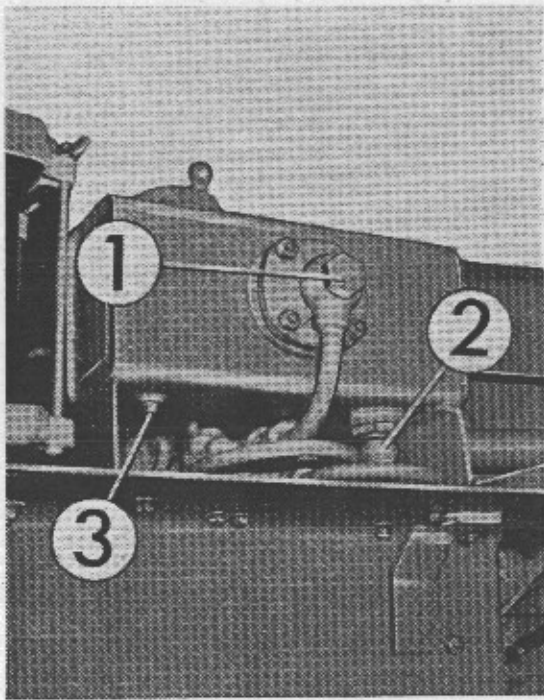

Fig. 51
- 10) **Filtro magnetico sollevatore idraulico** - Togliere il filtro magnetico ed eseguire una accurata pulizia (fig. 51 punto 2).
2) **Filtro olio sollevatore idraulico** - Controllare l'efficienza del filtro ed eventualmente sostituirlo (punto 3, tappo scarico olio) (fig. 51).
- 5) **Olio idraulico sollevatore** - Scaricare l'olio dal previsto tappo inferiore (fig. 51, punto 3) ed introdurre olio nuovo (dall'apposito bocchettone) del tipo prescritto nella tabella dei « RIFORNIMENTI ». Contemporaneamente si dovranno eseguire le seguenti operazioni: